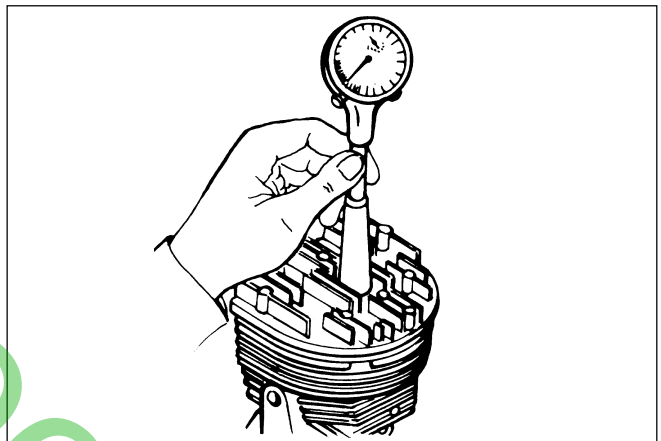

Fig. 20
- Enlever la bougie, engager une règle mince qui touche la surface du piston, mettre une règle sur le sommet du cylindre (un outil spécial est disponible pour cette opération, voir Fig. 20).